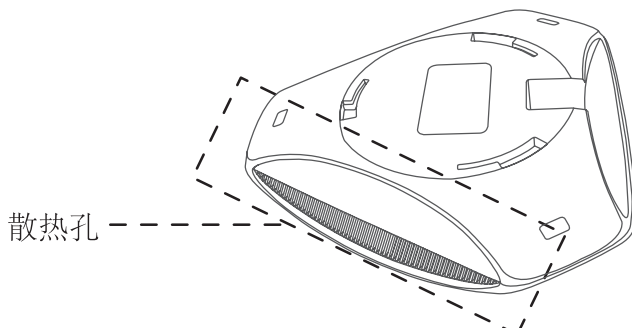

图3-8 AP散热孔面示意图
**注意：**为避免一些不必要的安全隐患，在挂墙安装时，请勿将AP散热孔面朝下安装。AP散热孔面如图3-8所示。